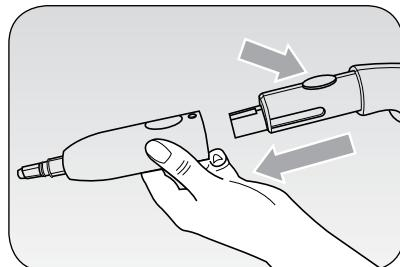

Fig. 2
Zet op het pistool (C) het gewenste accessoire (zie paragraaf "ACCESSOIRES"), door ze tot de blokkering erin te steken door gelijktijdig op het bovenste systeem voor het vastzetten/ loszettten op het pistool te drukken (Fig. 2).
Dit accessoire, dat op de adapter (12) aangesloten moet worden, helpt het verbrokkelen van hardnekkige korsten die zicht vormen op fornuizen en kookplaten of in de gleuven van muurtegels. Ze kunnen gebruikt worden voor het reinigen van sanitairs, wasbakken, bakroosters, douche en badkuipen voor het verwijderen van ieder kalkspoor (Fig. 2).